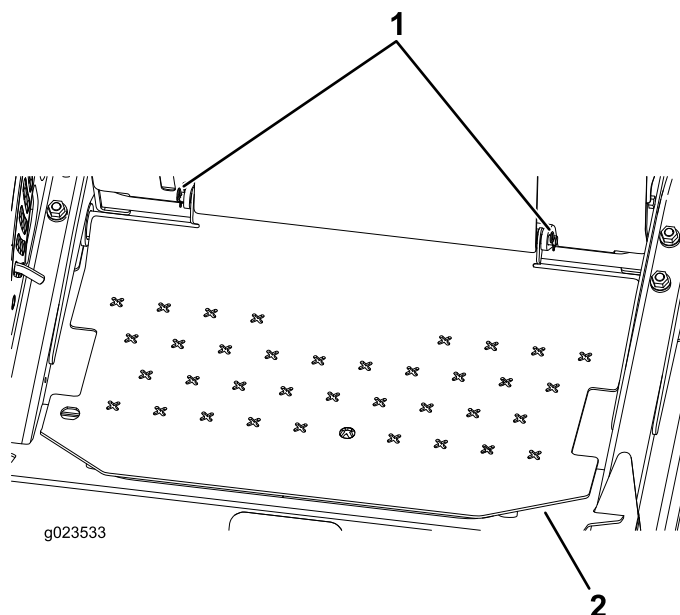

Figura 11
10. Instale la chapa de suelo con los 2 pasadores de horquilla (Figura 11).